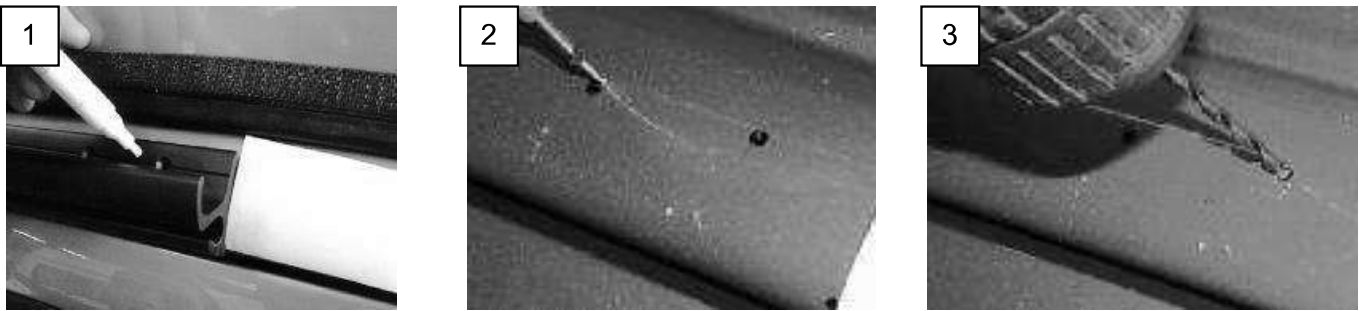

Abb. 3-1: Bohrung der vorderen Befestigungspunkte / *Drill the front attachment points*
DE: Die Multirail mit der Vorderkante bündig an die Markierung des vorderen Endstücks anlegen und entsprechend der Fahrzeugkontur ausrichten. Die beiden vorderen Bohrungen markieren (s. Abb. 3-1, 1), körnen (2) und mit dem 3,2 mm Bohrer bohren (3).
EN: Place the Multirail with the front end flush with the marking of the front tail and align it corresponding to the vehicle contour. Mark the two front holes (see Abb. 3-1, 1), grain (2) and drill with a 3.2 mm drill (3).